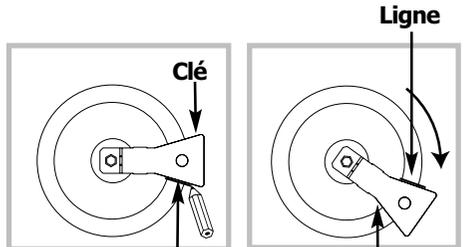

Fig. 3
- Tracez une ligne sur la plaque d'âtre à l'aide d'un crayon à l'endroit indiqué (fig. 3).